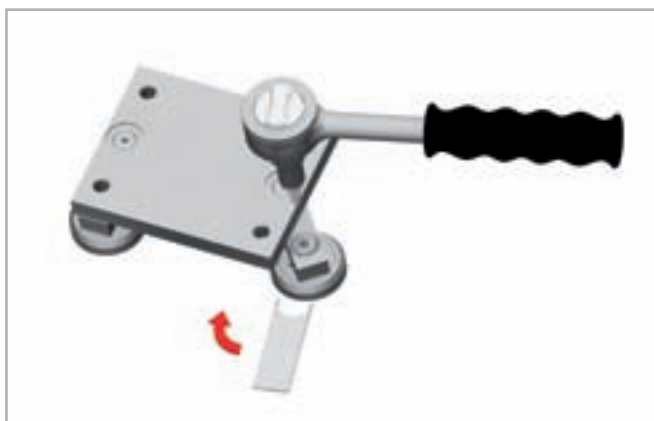

Fig. 22
- Introducir la llave especial plana suministrada en el asiento hexagonal del perno a regular (ver Fig. 22).